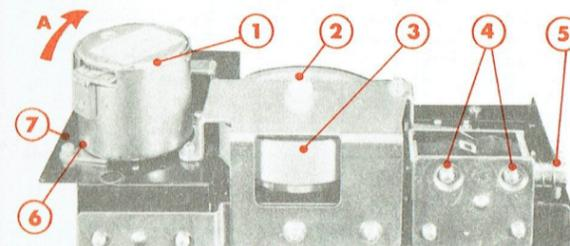
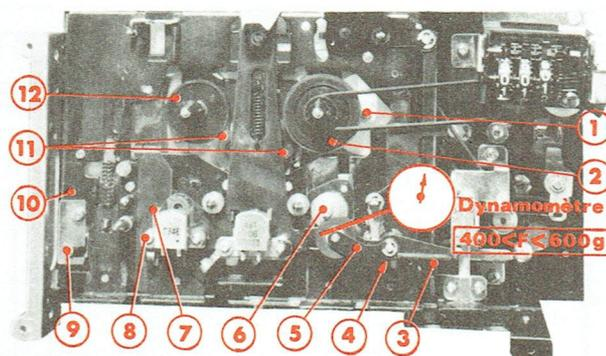
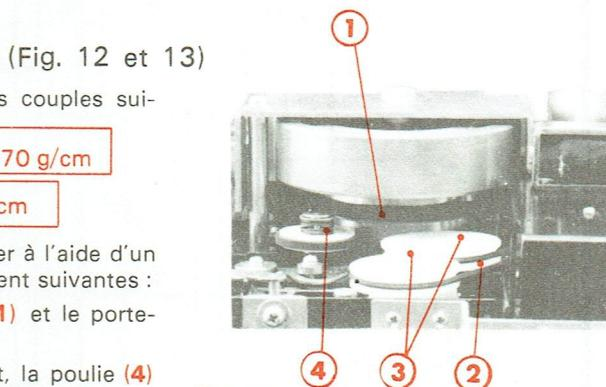

Fig. 11
Fig. 12
Fig. 13
Q. DÉMONTAGE DU MOTEUR (Fig. 11)
- 2° - Enlever la vis (7) et la pièce de blocage (6).
- 4° - Déposer le moteur (1).
A. RÉGLAGE DU JEU AXIAL DU VOLANT (Fig. 11)
- Visser la vis (2) jusqu'à élimination complète du jeu axial du volant (3).
- Dévisser la vis (2) d'un quart de tour et sceller là à l'aide d'une goutte de vernis.
B. CONTROLE DE LA FORCE D'APPUI DU GALET PRESSEUR (Fig. 12)
- Appliquer le palpeur d'un dynamomètre sur l'axe du galet presseur (5) et appuyer jusqu'à décoller celui-ci de l'axe du cabestan (6).
C. RÉGLAGE DE L'ELECTRO-AIMANT D'ARRÊT AUTOMATIQUE (Fig. 11 et 12)
- Desserrer les vis (4) (Fig. 11).
- Déplacer le noyau (5) (Fig. 11), jusqu'à ce que le doigt métallique (9) (Fig. 12) entre en contact avec le châssis (10) (Fig. 12).
- Déplacer, ensuite, le corps de l'électro-aimant jusqu'à ce que l'extrémité interne du noyau (5) (Fig. 11) soit en butée.
- Bloquer les vis (4) (Fig. 11).
(Fig. 12)
- En «▶» ; la courroie (2), les poulies (3) (Fig. 13), l'axe (1) et le porte-bobine (2) (Fig. 12).
- En «▶▶» et «◀◀» ; la surface de roulement (1) du volant, la poulie (4) (Fig. 13), les poulies (11) et les porte-bobines (2) et (12) (Fig. 12).